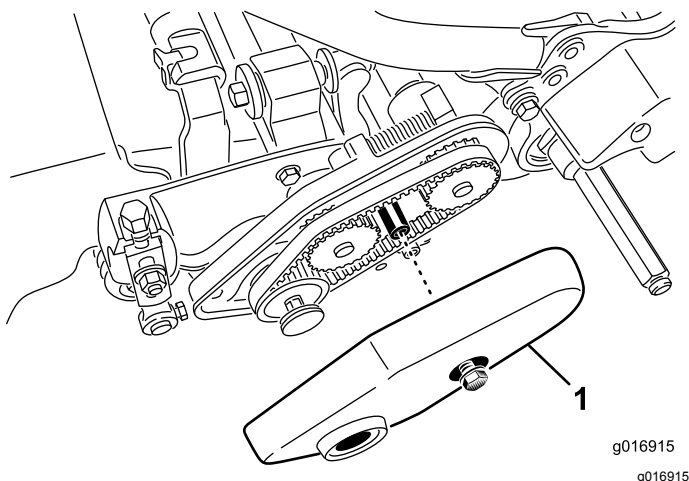

Рисунок 15
2. Выверните болт с буртиком, который крепит крышку ремня, и снимите крышку ремня, чтобы открыть ремень (Рисунок 15).